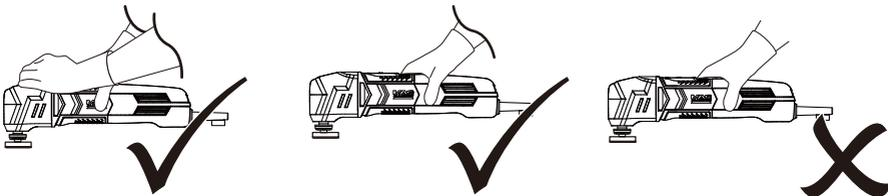

Fig. 16
- > Sujete el producto firmemente por su superficie de agarre (3) durante el funcionamiento. No cubra los orificios de ventilación (Fig. 16).